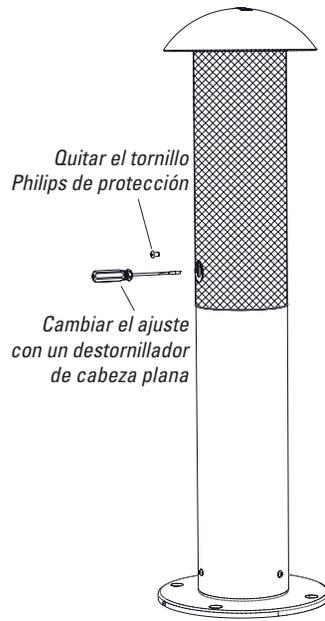

Figura 26
3. El altavoz L42XC se suministra con el transformador configurado a 60 W y **es necesario reajustarlo en BYPASS**. Utiliza un destornillador de punta Philips para quitar el tornillo Philips protector tal como se muestra en la Figura 26.